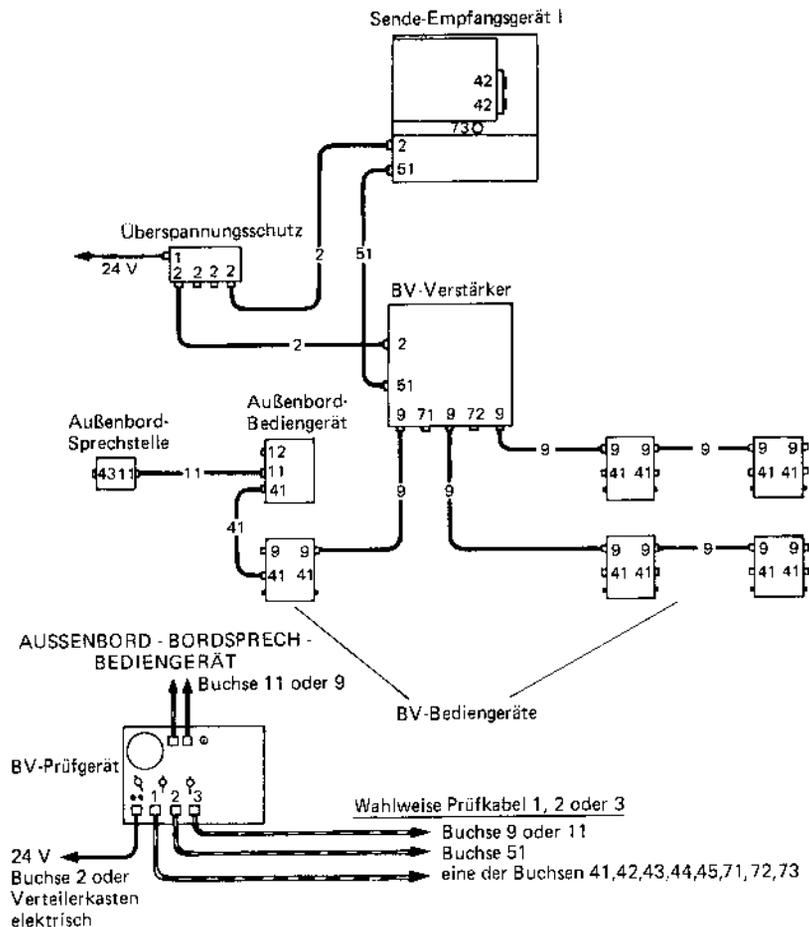

Bild 6 Aufbau zur Pegel- und Funktionsprüfung
1.3.3.3 Pegelprüfungen (siehe Bild 6)
- Prüfkabel D an Anschlußbuchse NF 1 des BV-Prüfgeräts und Anschlußbuchse 41 des letzten der jeweils an den Anschlußbuchsen 9 in Reihe geschalteten BV-Bediengeräte anschließen (siehe Bild 6).